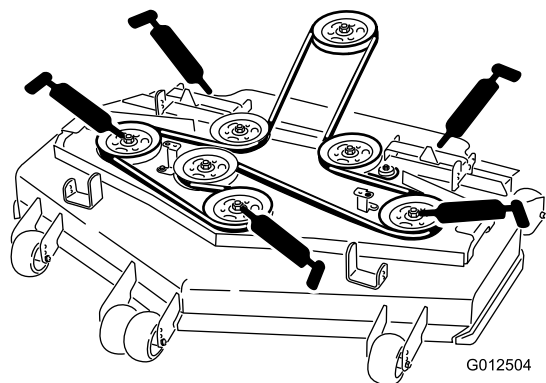

Bild 30
4. Schmieren Sie die drei Spindellager ein, bis das Schmiermittel austritt (Bild 30).
5. Fetten Sie die Nippel an den Schubarmen ein (Bild 30).